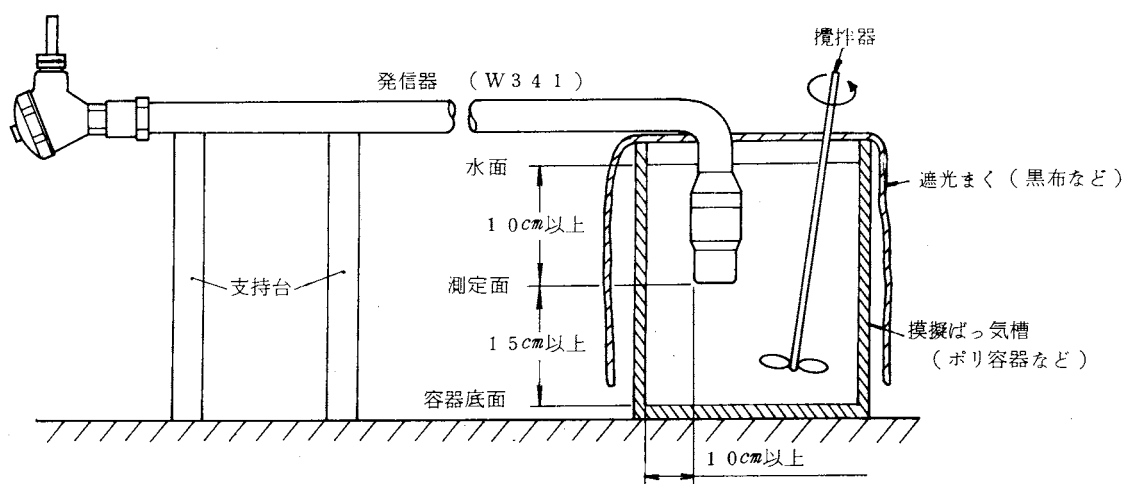

図4.5 校正装置
- (1) 摸擬ばっ気槽（ポリ容器など）、攪拌器、遮光まくおよび支持台を用意し、図 4.5 に示すようにセットします。
- (2) 測定面と水面は 10cm 以上、測定面と容器底面は 15cm 以上離し、容器内の照度を 10 lx 以下にします。
- (3) 校正直線の作成は、4.1.3 の(1)に準じて行ないます。
- (4) ゼロ・スパン調整は、4.1.3 の(2)と同様に行ないます。